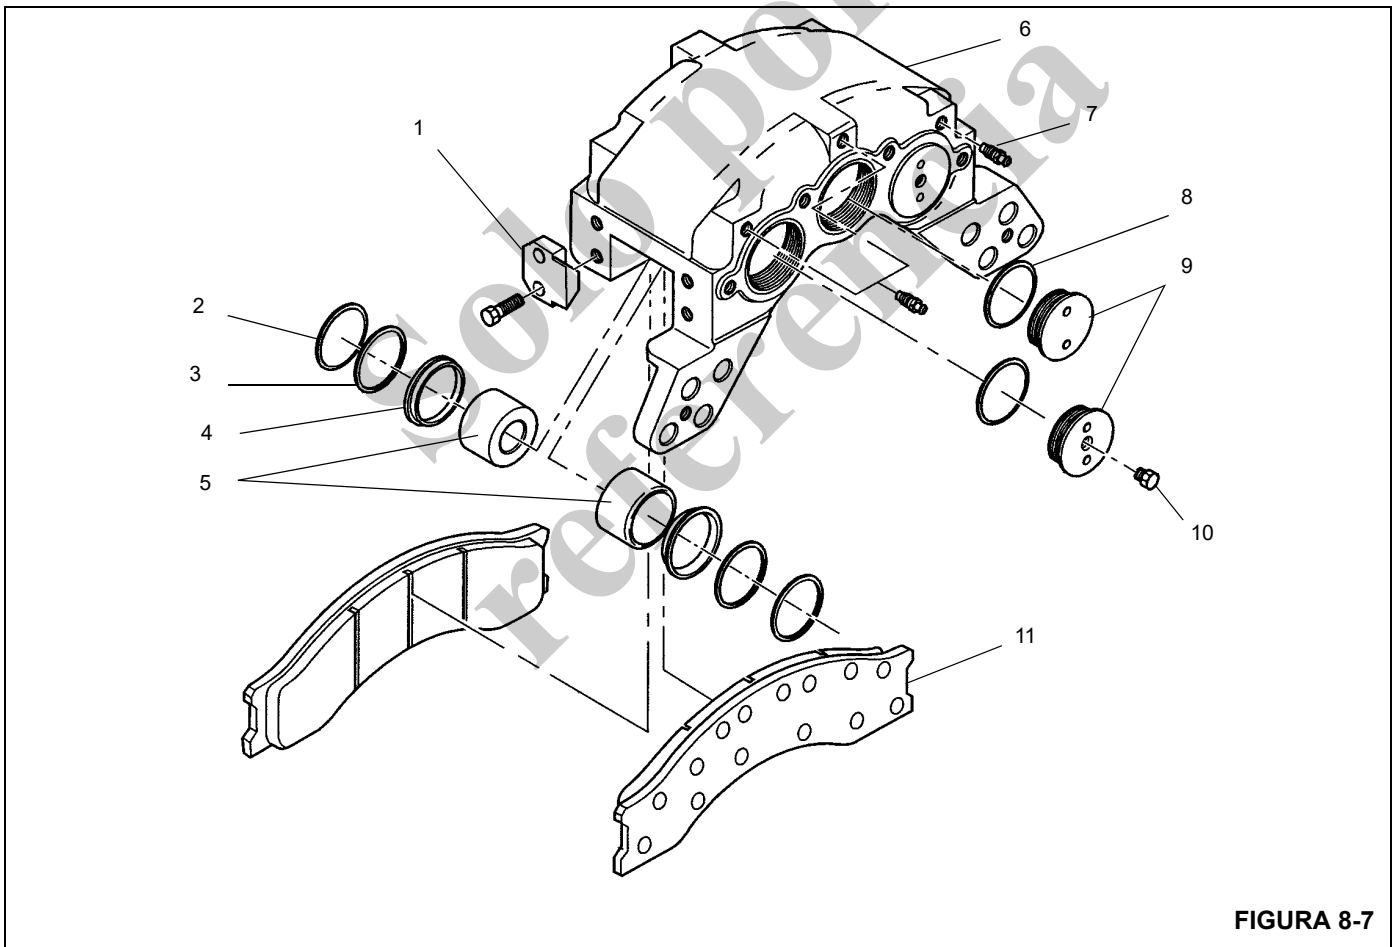

FIGURA 8-7
- d. Retire los émbolos (Figura 8-7) de las cavidades opuestas a la placa de montaje.